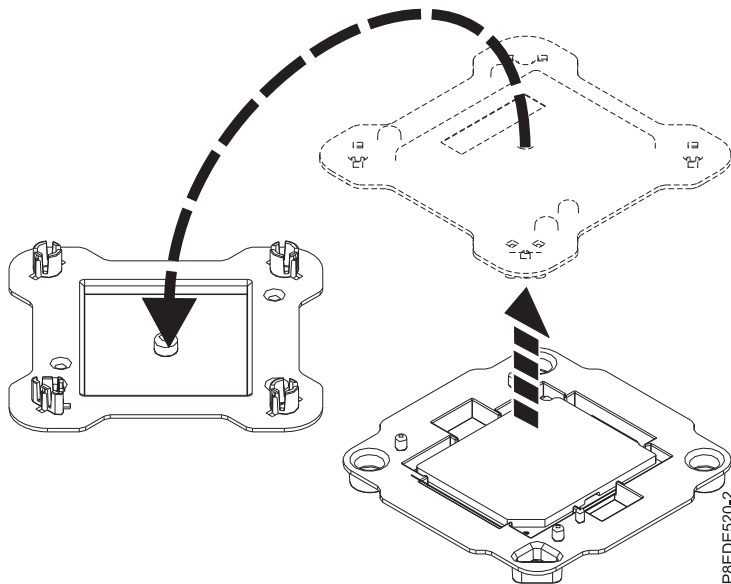

Figure 2. Ouverture de l'emballage du module processeur système
2. Ouvrez l'emballage du nouveau module processeur système et placez le couvercle à l'envers près du bac, comme illustré dans la figure 2. Le couvercle est utilisé pour le module processeur système que vous remplacez.